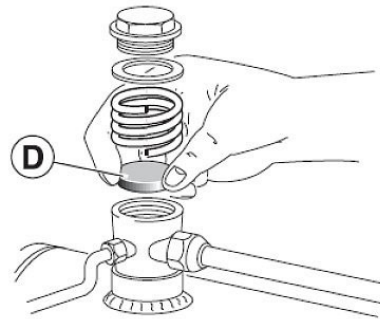

Abb. 9: Rückschlagventil
Schritt 2: Überprüfen Sie das Rückschlagventil und wechseln Sie das Dichtungselement (Pos. D, Abb. 9) gegebenenfalls aus.